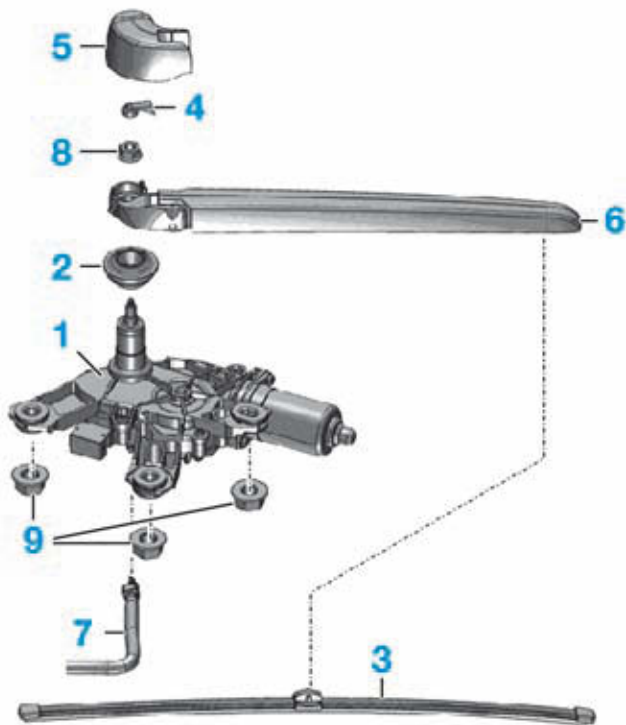

FIG. 74
- Débrancher le connecteur (1) du moteur d'essuie-vitre (Fig.74).
- Déverrouiller l'agrafe de sûreté (2) dans les sens de la flèche et débrancher la durit de lave-vitre (3) du raccord.
- Déposer les écrous (4) et retirer le moteur de l'essuie-vitre arrière.